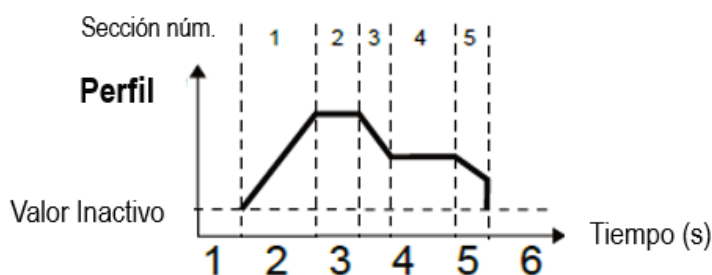

Fig. 7.109. Muestra de perfil / temporizador
- **nivel (puerta):** esto significa que el perfil configurado por el usuario cuando la señal de origen tiene un valor > 0 , (si el valor de origen es ≤ 0) no se generará el perfil definido. Consulte la **Fig. 7.109** y el ejemplo a) en la **Fig. 7.110**,
- **borde (una vez):** esto significa que el **perfil** configurado por el usuario se activará por el borde ascendente (desde los valores ≤ 0 hasta el valor > 0) de la señal de origen. Después del borde ascendente el **perfil** se generará en su totalidad (una vez), independientemente de los cambios adicionales en la fuente de la señal, consulte la **Fig. 7.109** y el ejemplo b) en la **figura 7.110**,
- **borde (reactivación):** esto significa que el **perfil** configurado por el usuario se activará por el borde ascendente (desde valores ≤ 0 hasta el valor > 0) de la señal fuente. Sin embargo, en este modo, a diferencia del modo **borde (una vez)**, el **perfil** definido se generará desde el principio cada vez que la señal de **fuentes de activación** genere un borde, ya sea que el Perfil se haya completado o no. Consulte la **Fig. 7.109** y el ejemplo c) en la **Fig. 7.110**,
Fig. 7.110. Muestras de formas de onda de salida de perfil definidas en la Fig. 7.109, activadas por la señal seleccionada en el parámetro **Fuente de activación** para el modo de activación: **nivel (puerta)**, **borde (una vez)**, **borde (retrig.)**